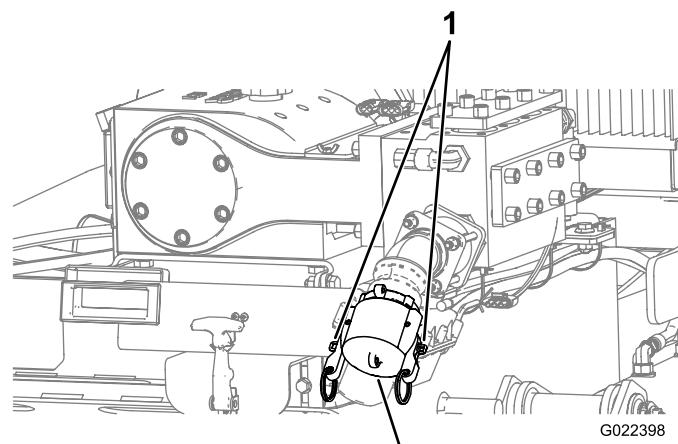

Figura 47
1. Levante las palancas de leva del tapón de entrada de la bomba, y retire el tapón (Figura 47).